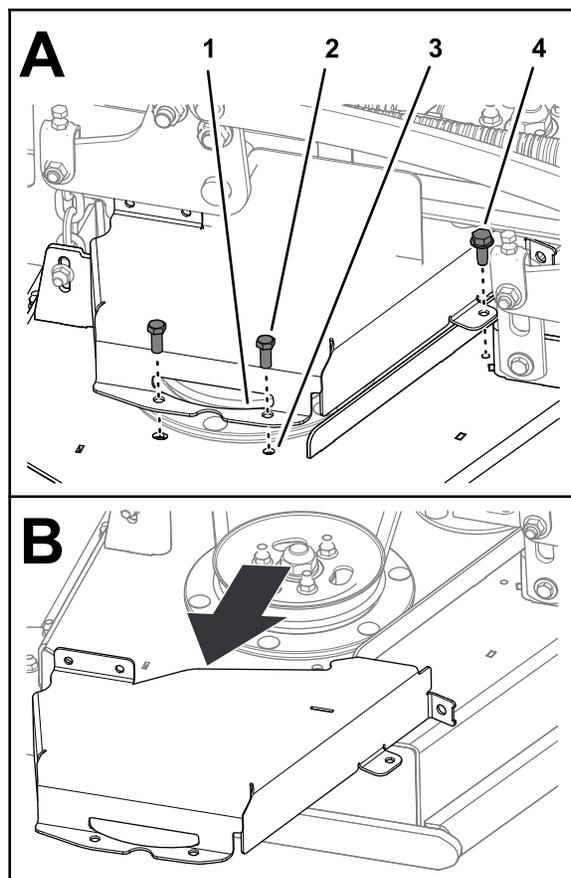

Рисунок 39
2. Удалите 2 болта и винт с фланцем, которые крепят правую крышку ремня к деке, и снимите крышку (Рисунок 39).